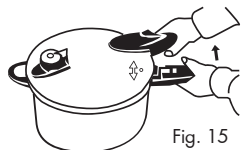

Fig. 15
- b) Rotiți mânerul superior în sens antiorar (Fig. 15).